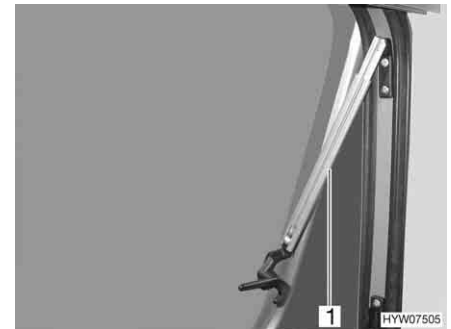

Bild 51 Ausstellfenster mit Automatik-Ausstellern, geöffnet
- Ausstellfenster bis zur gewünschten Raststellung öffnen. Der Automatik-Aussteller (Bild 51,1) rastet selbstständig ein.